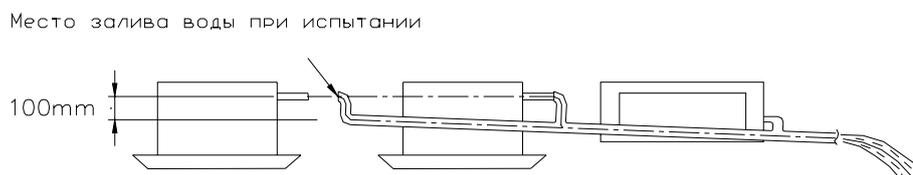

Рисунок 8.1 – Проведение гидравлических испытаний
8.6 После установки дренажной трубы необходимо провести испытания с целью проверки обеспечения нормального слива конденсата (см. рис.8.1). Утечки конденсата в местах соединения, а также перетекания через лоток или поддон не допускаются.